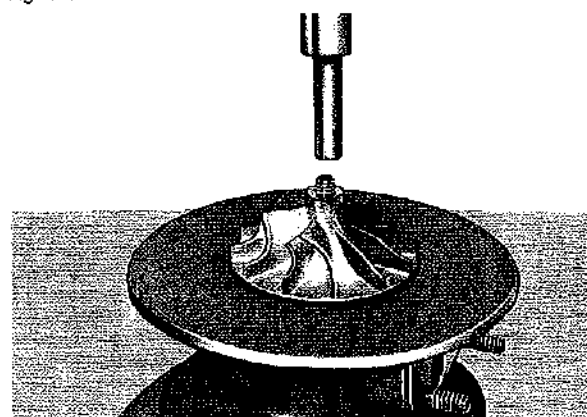

Fig. 117
- Rotore 5 agendo se necessario con punzone o presa (Fig. 117).